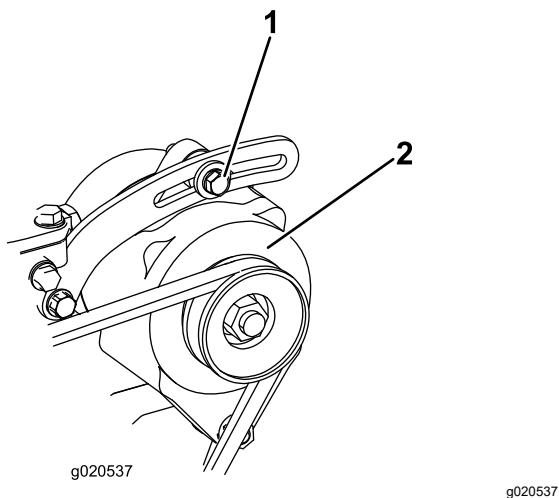

Figure 146
3. Contrôlez la tension de la courroie d'alternateur (Figure 146) en exerçant une force de 10 kg à mi-distance entre les poulies d'alternateur et de vilebrequin.
4. Desserrez le boulon qui fixe l'alternateur sur le renfort et le boulon de pivot d'alternateur (Figure 146).